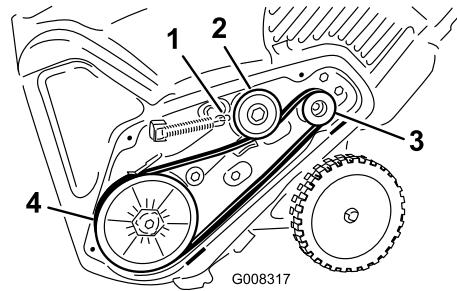

Bild 29
- Setzen Sie den neuen Treibriemen ein, siehe Bild 29.
- Haken Sie die Feder wieder in den Spannarm ein (Bild 29).